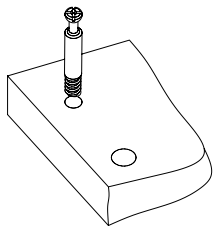

Рис.1
1. Вкрутить шпильки минификсов в соответствующие плоскостные отверстия боковин 3, 4, фасадной планки 8 (Рис. 1).